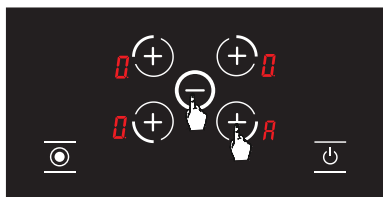

Рисунок 14
4. После настройки автоматического нагрева вы можете установить желаемый уровень приготовления, используя кнопку выбора конфорки и клавиши **+**. (см. Рисунок 14) Значок **H** и выбранный уровень приготовления будут отображаться на экране по очереди.